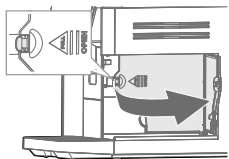

Fig. 1
3. Abra a porta de serviço (Fig. 1).